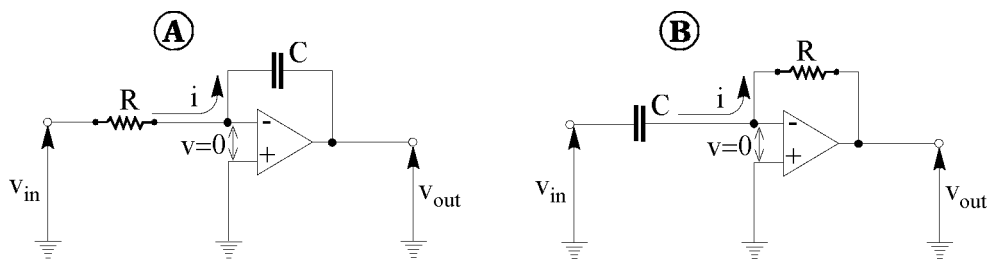

Fig.2.2 - Circuito integratore (A) e derivatore (B).
Fra le configurazioni che realizzano funzioni di elaborazione analogica dei segnali ricordiamo i classici circuiti integratore e derivatore, riportati in Fig.2.2 (A) e (B).